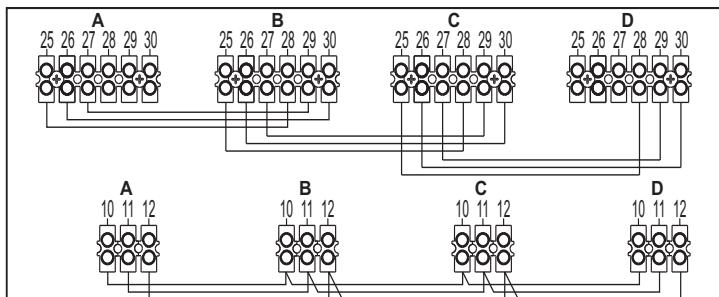

fig. 36 - Conexión en cascada
1. Conectar los módulos como se indica en fig. 36 (ejemplo con 4 módulos)